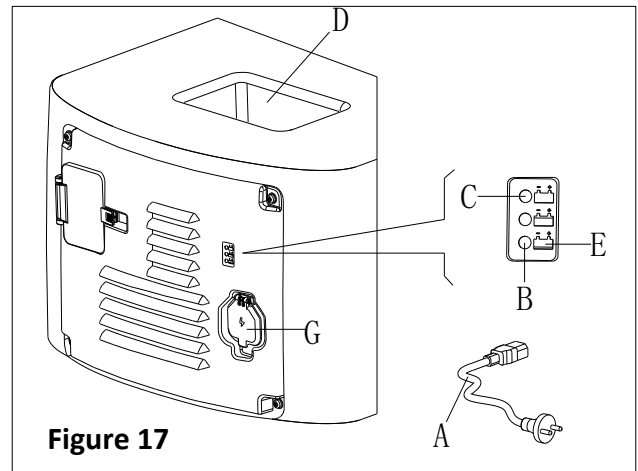

Figure 17
6. Connecter le câble du chargeur de batterie (A, Figure 17) au réseau électrique (G) et puis toutes les fonctions de la machine, sauf la charge, sont coupées automatiquement. Le voyant LED rouge (B) allumé indique normalement que la machine est en cours de charge.
7. Les batteries sont complètement chargées lorsque le voyant LED vert (C) s'allume.
8. Déconnecter le câble du chargeur de batterie du réseau électrique après la charge complète et puis stocker le câble du chargeur de batterie dans le bac de stockage (D).
Pour plus d'informations sur le chargeur embarqué (E, Figure 17), veuillez se référer au manuel correspondant du centre de service.